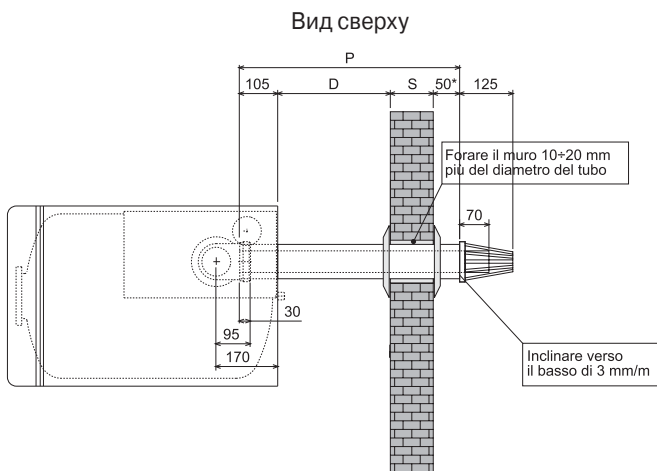

Рис. 7a
4. В случае необходимости обрезать трубу так, чтобы ее выходящий наружу конец отстоял от стены на 10 - 60 мм (рис. 7a и 7b). После обрезки трубы убрать заусенцы.